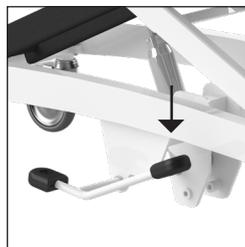

Figura 6 Movimiento ascendente.
- La silla se mueve hacia arriba presionando la parte larga del pedal con lentitud y uniformidad (*Ver la figura 6*).